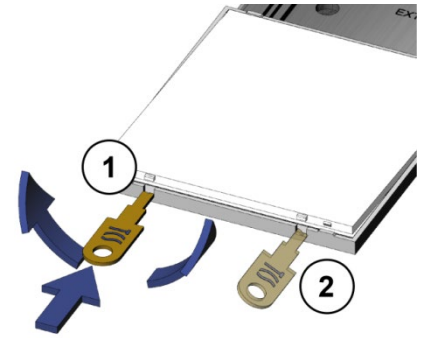

Abb. 5: Namensschild öffnen
- ▶ Öffnen Sie das Namensschildglas (Abb. 5).